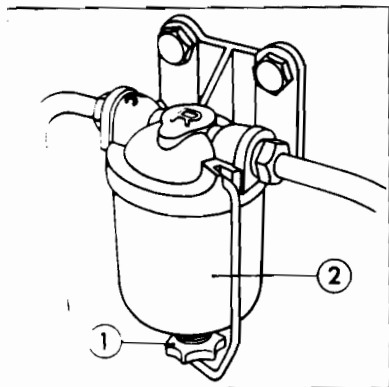

Fig. 19 Slam-
2. Løs på klemmutteren (fig. 19), flytt til den ene siden og ta av filter-skålen.